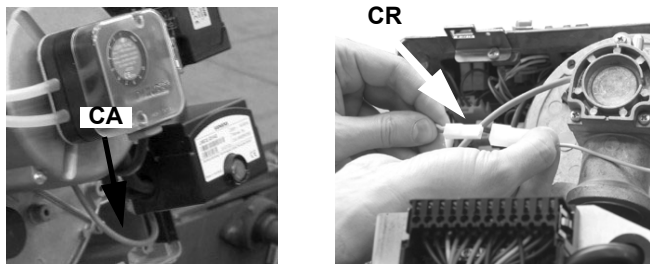

Рис. 9
- 3 Отсоединить кабель запального электрода **CA** от запального трансформатора Рис. 9.
- 4 Отсоединить соединительный разъем **CR** от печатной платы (Рис. 9).
- 5 Снять вместе фланец и головку сгорания (Рис. 9).